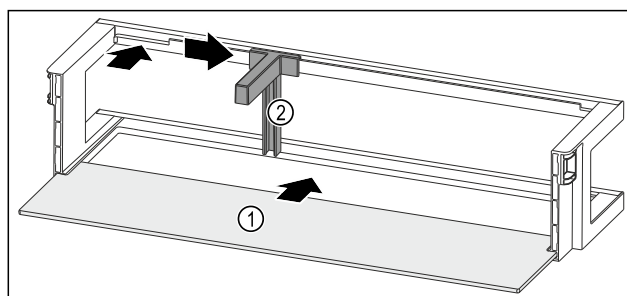

Fig. 196 Balconnet de contre-porte avec tablette de rangement
- Insérer la tablette de rangement Fig. 196 (1) dans les évidements latéraux.
- Insérer le range-bouteilles Fig. 196 (2) dans l'évidement.
- Pousser le range-bouteilles Fig. 196 (2) sur le côté en position souhaitée.